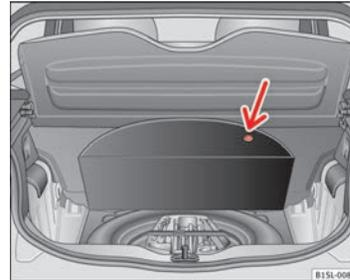

Abb. 131 Im Gepäckraum: Bodenbelag hochgeklappt.
Das Bordwerkzeug, Reserverad, Notrad bzw. Pannenset befinden sich im Gepäckraum unter dem Bodenbelag ⇒ Abb. 131.
- Bodenbelag an Aussparung anheben (Pfeil) ⇒ Abb. 131.